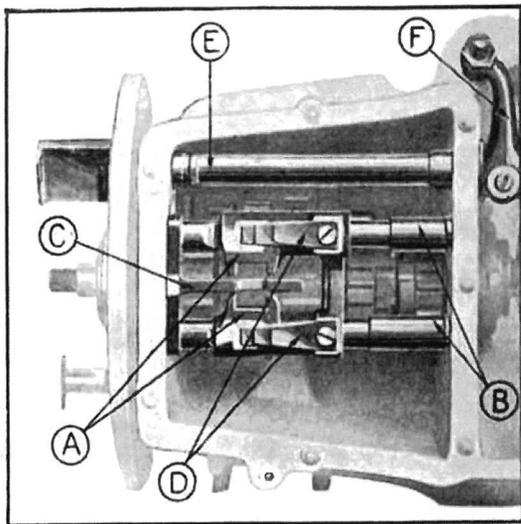

Fig. 153. — Vue intérieure de la boîte de vitesses.
- 3.—Dévisser les vis fixant les ressorts de verrouillage sur les fourchettes, enlever les ressorts et les billes (*fig. 153*).